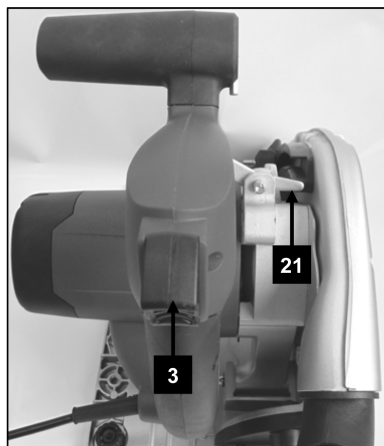

Рис. 11
7. Подключите пилу к электросети и держа пилу двумя руками включите пилу. Для включения пилы сдвиньте кнопку блокировки курка вверх (поз. 3, Рис. 11), при этом предохранитель (поз. 21, Рис. 11) встанет в рабочее положение и курок разблокируется. Нажмите на курок.